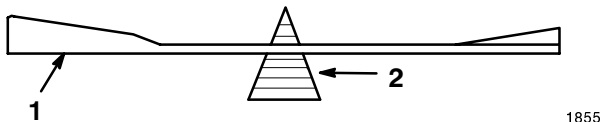

Abbildung 38
2. Die Auswuchtung des Schnittmessers auf einer Messerwaage überprüfen (Abb. 38). Wenn das Schnitmesser in horizontaler Position bleibt, ist es ausgewuchtet und kann wiederverwendet werden. Wenn das Schnitmesser nicht ausgewuchtet ist, an der Rückseite des Messers etwas Metall abfeilen. Diesen Vorgang wiederholen, bis das Messer ausgewuchtet ist.